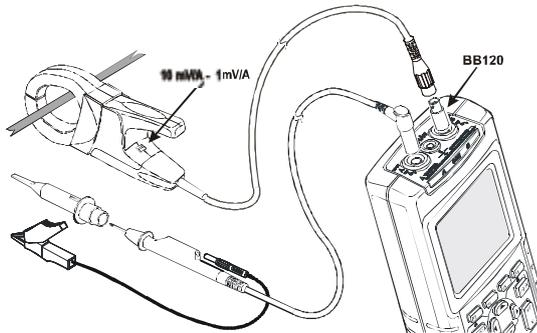

Abbildung 3-1. Anschlüsse der Eingänge zur Oberschwingungsmessung
- ① Schließen Sie die Eingänge wie in Abbildung 3-1 dargestellt an.